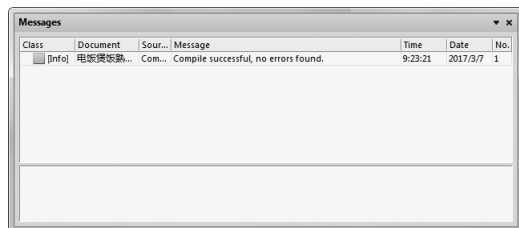
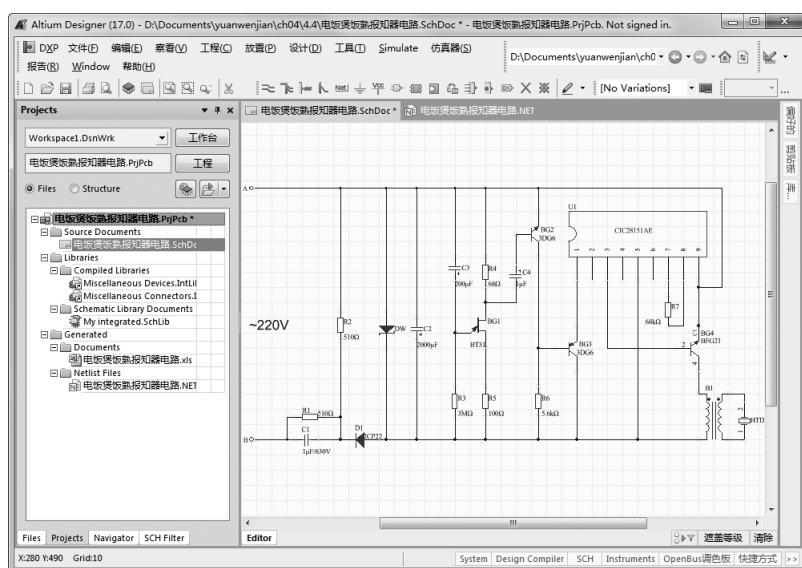

图 4-61 信息显示
图 4-62 项目完成结果
(1) 选择菜单栏中的“工程”→“Compile PCB Projects”（编译 PCB 项目）命令，系统将自动生成信息报告，并在“Messages”（信息）面板中显示出来，如图 4-61 所示。项目完成结果如图 4-62 所示。本例没有出现任何错误信息，表明电气检查通过。
(2) 保存项目，完成电饭煲饭熟报知器电路原理图的设计。